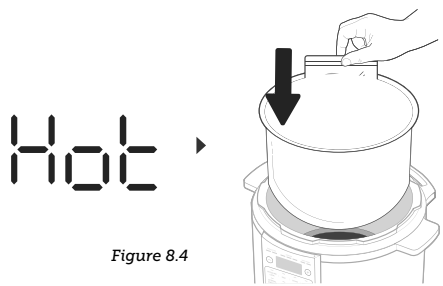

Figure 8.4
9. Lorsque l'écran affiche « **HOT** » (chaud), retirez le couvercle et immergez délicatement les aliments dans la cuve interne. [Figure 8.4]